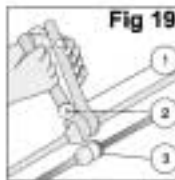

Fig. 19
- Preparare il doppino per il collegamento, così come si vede nella Fig. 19.
- Scollegare il resistore (5) dal doppino (3) collegato all'unità interna e poi collegare il doppino al connettore del doppino (6) fornito a corredo.
- Collegare alla morsettiera (9) dell'unità esterna l'altra estremità del doppino (6) a corredo.